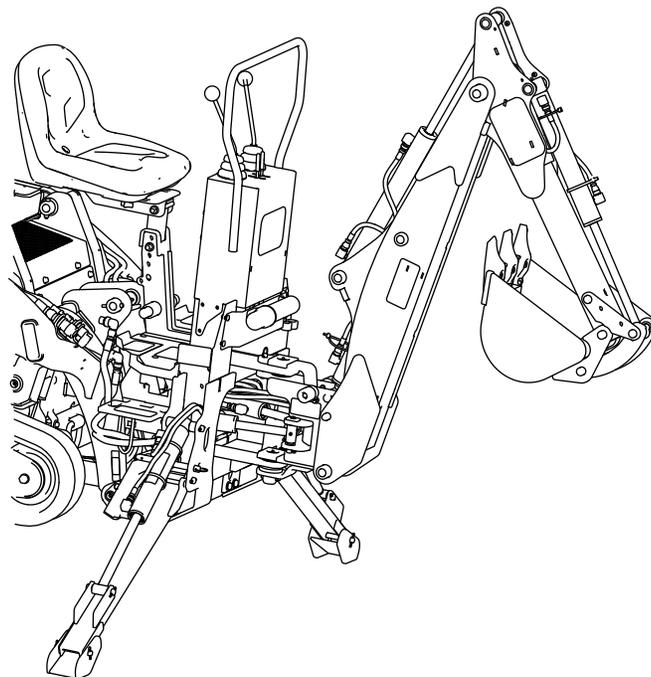

Figura 11
1. Sollevate completamente la barra, ritirate la benna da scavo e ripiegate la benna all'indietro (Figura 11). Assicuratevi di centrare il più possibile i fori del perno di blocco della barra.